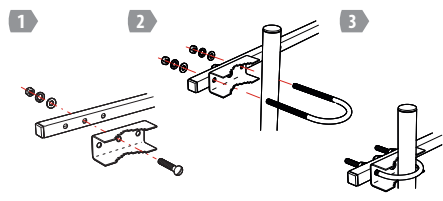

Рис.5 Узел крепления и установка на мачту (кронштейн)
6.6 Закрепите антенну на мачте с помощью U-образной скобы как показано на рис.5. Сориентируйте антенну на передающий центр и затяните гайки М6.